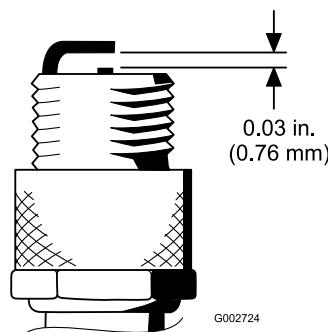

図 19
- エア・ギャップを 0.76 mm に調整する(図 19)。ガスケット・シールと共に点火プラグをエンジンに取りつけ、200 in-lb. (23 Nm = 2.3 kg. m) にトルク締めする。トルクレンチがない場合は十分に締め付ける。